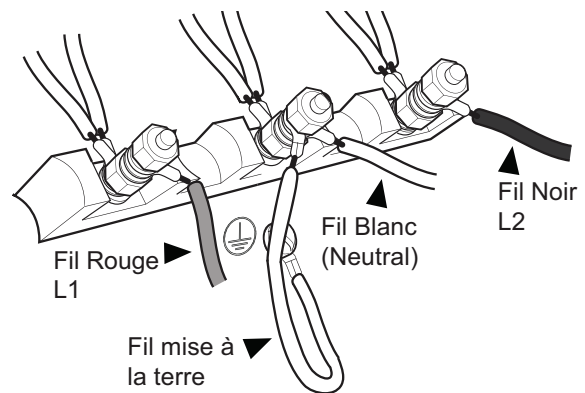

Figure 20 : Connexion à trois fils
4. Fixez le fil neutre mis à la terre du circuit d'alimentation au plot central (de couleur argent) du bloc de jonction (consultez la Figure 20).